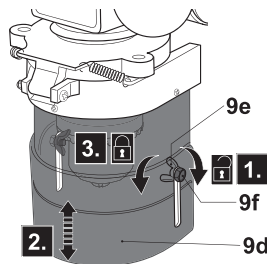

Fig. 12
- > Segure um perno hexagonal (9f) utilizando a chave adequada e solte, mas não retire a porca de orelhas (9e) (Fig. 12, passo 1). Repita a operação para a segunda montagem.
- > Ajuste a altura da tampa (9d) em função das necessidades (Fig. 12, passo 2).
- > Enrosque as porcas de orelha (9e) para manter a tampa (9d) nessa posição (Fig. 12, passo 3). Não aperte demasiado para evitar ruturas.